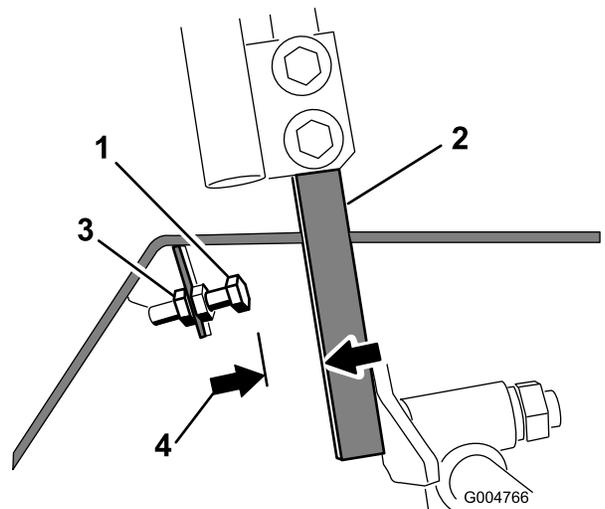

Figure 88
4. Desserrez l'écrou de blocage sur le boulon d'arrêt de l'un des leviers de commande (Figure 88).